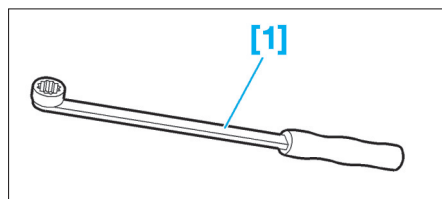

FIG. 26
- [1]. Clé spéciale d'accès au galet tendeur (Fig.26).